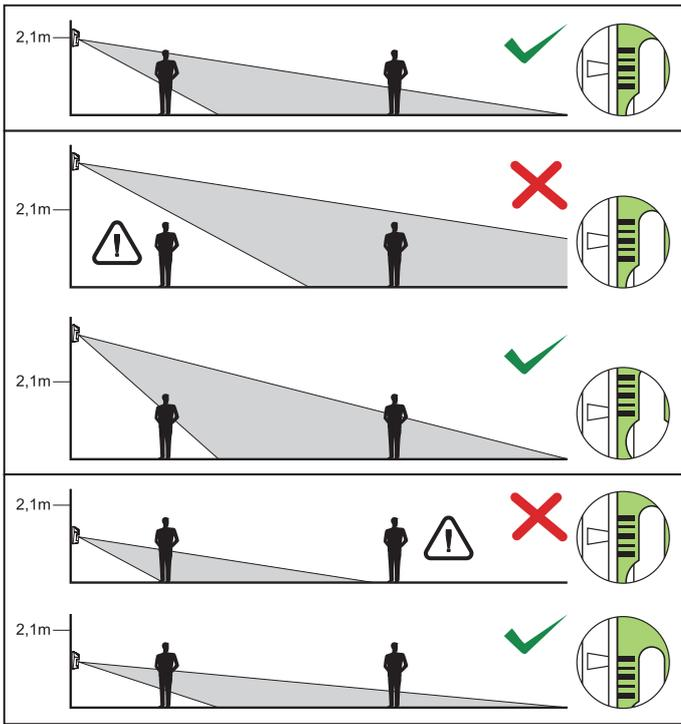

Рис. 4. Влияние высоты монтажа на охраняемую площадь и способ позиционирования пирозлемента по отношению к линзе с целью оптимальной установки.
6 – шкала для позиционирования пироэлемента относительно линзы (см Таблицу 2 и Рисунок 4).
6. Закрепите плату электроники, учитывая высоту монтажа извещателя (см. Таблицу 2 и Рис. 4).